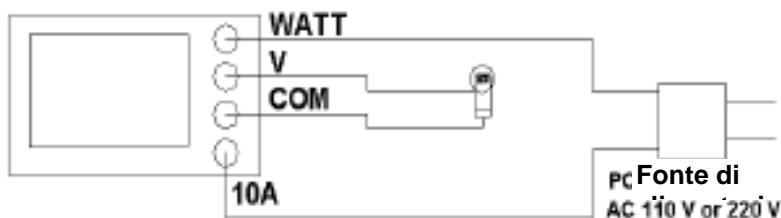

Fig. 2
Collegare i cavi di prova ai terminali come illustrato nella Fig. 2.
- 6) \* Collegare il "CARICO" ai morsetti 3 - 17, 3 - 18 (vedi fig. 2).
\* Collegare la "FONTE DI ALIMENTAZIONE" ai morsetti 3-16, 3 - 19 (vedi Fig. 2).
Presa d'ingresso "V" (3 - 17, fig. 2) e presa d'ingresso "COM" (3-18, fig. 2)
Collegamento dell'uscita di corrente del trasformatore alla presa d'ingresso "10 A" (3 - 19, fig. 2) e alla presa d'ingresso "COM" (3 - 18, fig. 2).
Presa d'ingresso "V" (3 - 17, fig. 2) e presa d'ingresso "COM" (3 - 18, fig. 2)
Collegamento dell'alimentatore a pinza (1 mV AC per 1 ACA), alle prese "Ingresso corrente a pinza" (3 - 20, fig. 2).